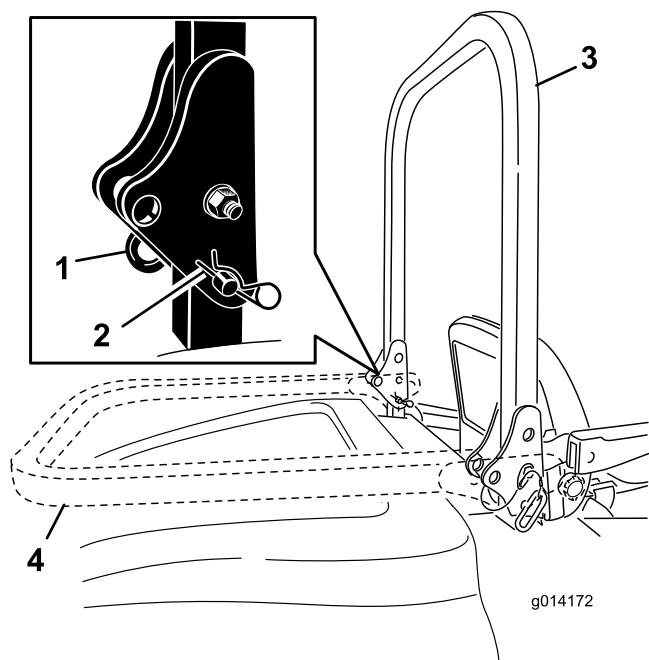

図 12
1. ROPS を下げるには、バーを前方に押し固定ピンに掛かっている力をゆるめた状態で、左右の固定ピンを抜き取る（図 12）。
2. バーを降ろす(図 12)。
3. ピンとヘアピンコッターで固定する(図 12)。
4. ROPS を立てるには、機体の左右でヘアピンコッターを抜き、ピンを外す(図 12)。
5. ROPS をまっすぐに立ててピンで固定し、ヘアピンコッターでロックする(図 12)。